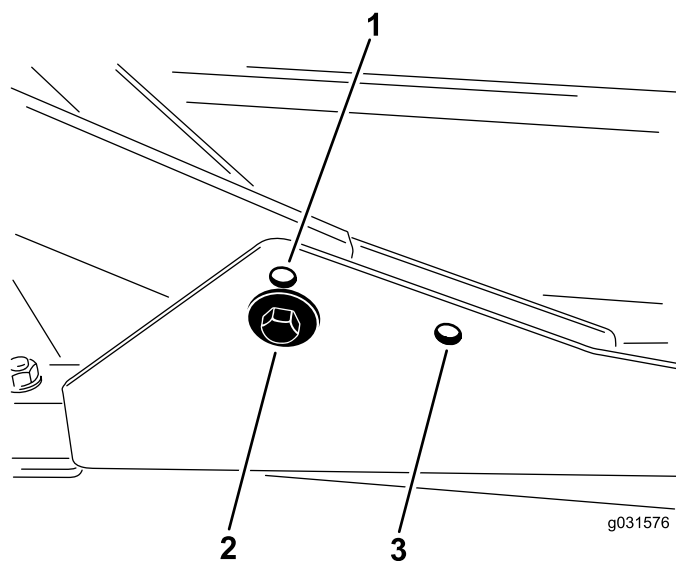

Figura 17
1. Para alturas de corte na gama de 2 a 7,6 cm, monte as estruturas de suporte frontais nos furos de montagem frontais inferiores (Figura 17).
2. Para alturas de corte na gama de 6,3 a 10 cm, monte as estruturas de suporte frontais nos furos de montagem frontais superiores (Figura 17).
Para todas as alturas de corte, monte a unidade de corte traseira nos furos de montagem traseiros (Figura 17).